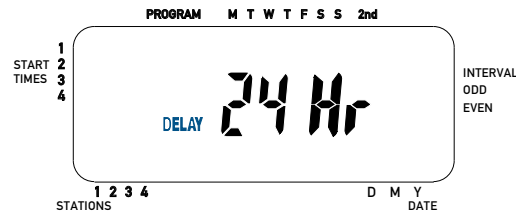

Abbildung 8: LCD-Anzeige bei Regenverzögerung
2. Taste **REGENVERZÖGERUNG** drücken, um die Bewässerung automatisch um 24 Stunden zu verzögern. [Siehe *Abbildung 8*]